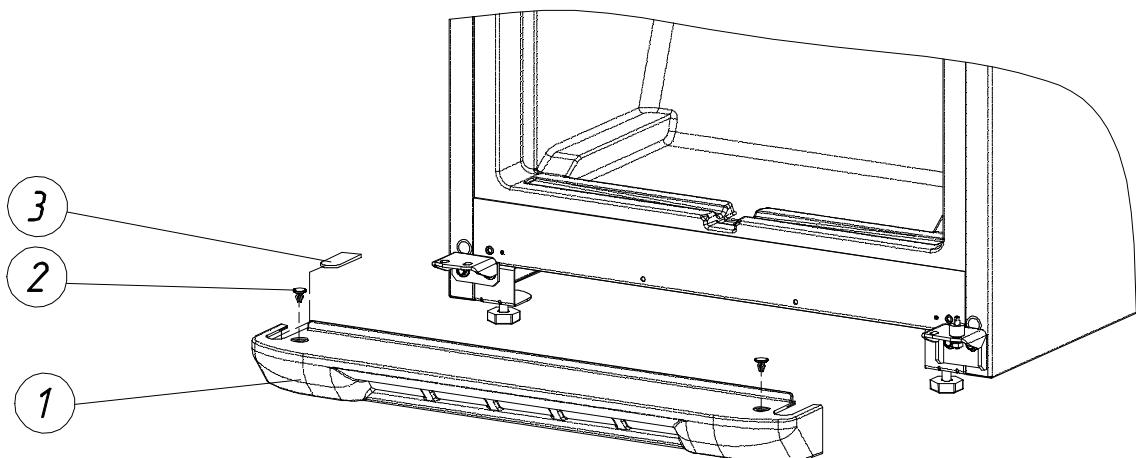
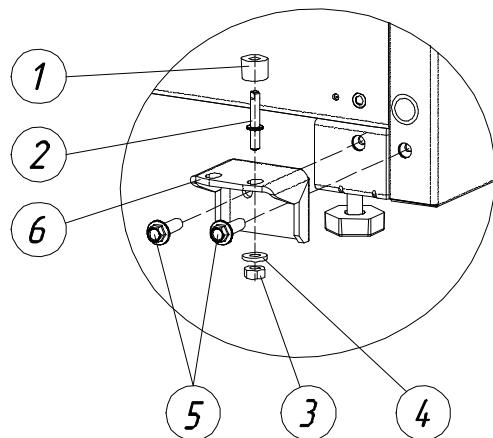
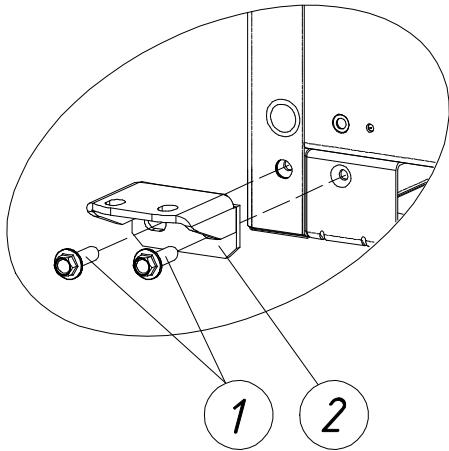

Рис. 5. Расположение узлов нижней декоративной накладки.
Рис. 6. Расположение нижнего правого узла крепления двери.
Рис. 7. Расположение нижнего левого узла крепления двери.
10. Провести демонтаж нижней декоративной накладки (поз. 1, рис. 5).
- 10.1. Отщелкнуть защёлки (поз. 2, рис. 5). Снять нижнюю декоративную накладку (поз. 1, рис. 5)
- 10.2. Вынуть вкладыш (поз. 3, рис. 5) из паза нижней декоративной накладки и переустановить в паз с противоположной стороны.
11. Демонтировать нижний правый узел крепления двери (рис. 6).
- 11.1. Снять опорную втулку (поз. 1, рис. 6) с винта кронштейна (поз. 2, рис. 6).
- 11.2. Открутить гайку (поз. 3, рис. 6), при этом не потерять шайбу (поз. 4, рис. 6). Снять винт кронштейна (поз. 2, рис. 6).
- 11.3. Выкрутить болты (поз. 5, рис. 6) и снять дверной кронштейн (поз. 6, рис. 6).
12. Демонтировать нижний левый узел крепления двери (Рис. 7).
- 12.1. Выкрутить болты (поз. 1, рис. 7) и снять кронштейн (поз. 2, рис. 7).
13. Переустановить кронштейн (поз. 2, рис. 7) на противоположную сторону шкафа. Зафиксировать болтами (поз. 1, рис. 7).
14. Переустановить кронштейн (поз. 6, рис. 6) на противоположную сторону шкафа. Зафиксировать болтами (поз. 5, рис. 6).
- 14.1. Установить винт кронштейна (поз. 2, рис. 6) в противоположное отверстие кронштейна (поз. 6, рис. 6). Смонтировать гайку (поз. 3, рис. 6) и шайбу (поз. 4, рис. 6) на винт кронштейна (поз. 2, рис. 6) (гайку при этом не затягивать).
- 14.2. Надеть опорную втулку (поз. 1, рис. 6) на винт кронштейна (поз. 2, рис. 6).
15. Установить нижнюю декоративную накладку (поз. 1, рис. 5) на кронштейны (поз. 6, рис. 6) и (поз. 2, рис. 7). Зафиксировать защёлками (поз. 2, рис. 5).
17. Произвести монтаж дверей. Одновременно следует производить регулировку плотности прилегания двери, параллельности поверхностям шкафа и соосности обеих дверей. Регулировку следует производить путём перемещения узлов крепления в пределах отверстий на кронштейнах (поз. 6, рис. 6) и (поз. 2, рис. 7). Отрегулированные двери должны открываться без заедания, не должны задевать друг за друга при открывании, зазор между дверями должен быть одинаковым на всей ширине двери, как при открытой двери, так и при закрытой.
17.1. Установить дверь морозильной камеры на винт кронштейна (поз. 2, рис. 6).